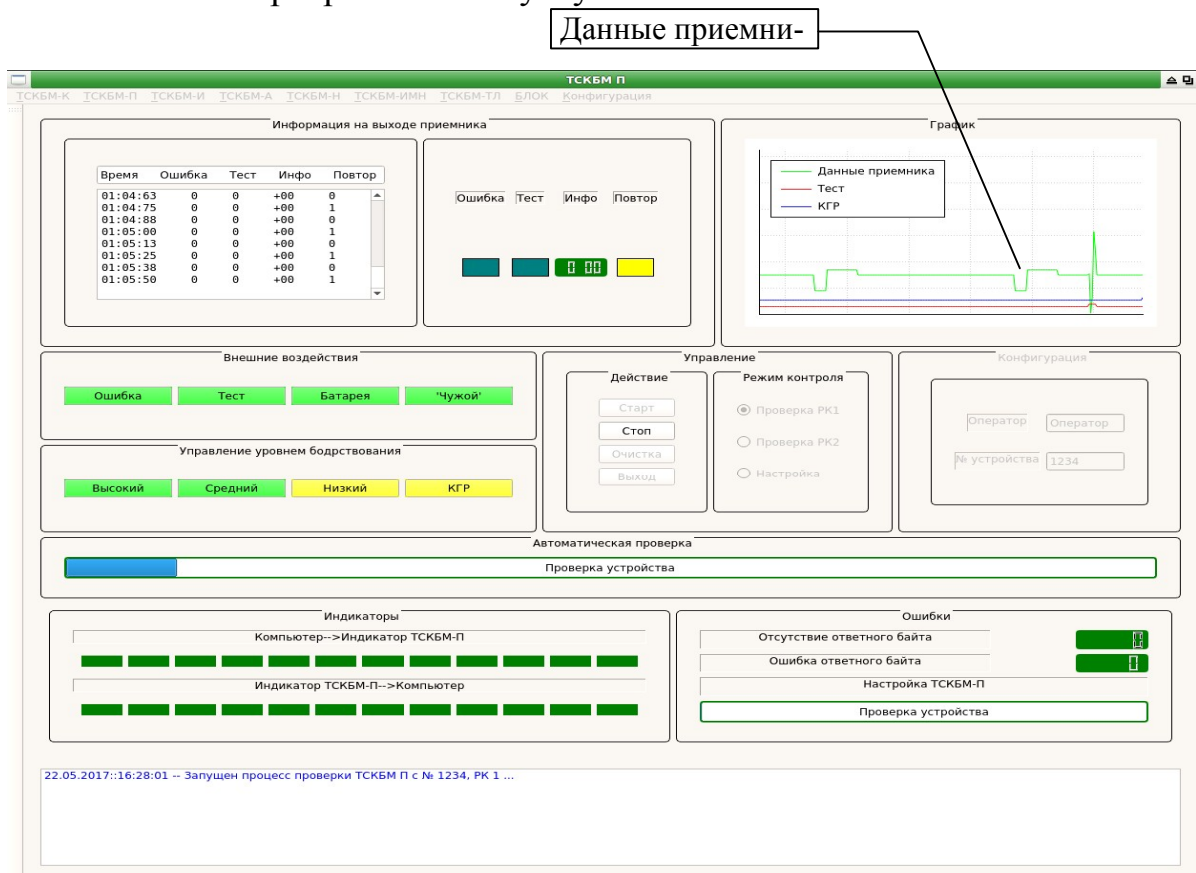

Рисунок 7.2 – Окно проверки ТСКБМ-П для ОС Linux
4) Проверка формирования однократного сигнала КГР. Нажмите кнопку КГР. Убедитесь, что индикатор КГР на ТЛ-ТСКБМ светится желтым светом примерно 3 секунды. При этом на графике Данные приемника панели График окна проверки ТСКБМ-П (см. рисунок 7.2) должна сформироваться ступенька, соответствующая коду импульса КГР, который передает прибор ТЛ-ТСКБМ.
5) Проверка формирования сигнала КГР с периодом 32 сек. Переключатель РЕЖИМ ТЛ-ТСКБМ установите в положение С. Убедитесь, что индикатор КГР на ТЛ-ТСКБМ будет периодически включаться примерно каждые 32 секунды. При этом на графике Данные приемника панели График окна проверки ТСКБМ-П (см. рисунок 7.2) должны быть периодические ступеньки соответствующая кодам импульсов КГР, который передает прибор ТЛ-ТСКБМ.
6) Проверка формирования сигнала КГР с периодом 16 сек. Переключатель РЕЖИМ ТЛ-ТСКБМ установите в положение В. Убедитесь, что индикатор КГР на ТЛ-ТСКБМ будет периодически включаться примерно каждые 16 секунд. При этом на графике Данные приемника панели График окна проверки ТСКБМ-П (см. рисунок 7.2) должны быть периодические ступеньки соответствующая кодам импульсов КГР, который передает прибор ТЛ-ТСКБМ. Выключите ТЛ-ТСКБМ: переключатель ПИТ установить в положение ВЫКЛ.